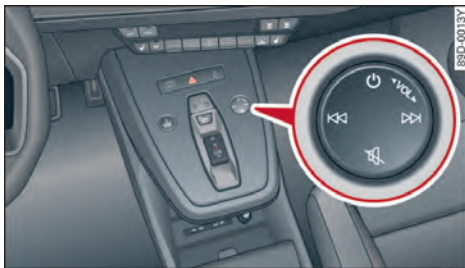

图 22 MMI 操控区
- ▶ 要调高/调低音量时，请在方向盘上按相应的按钮 +/-③或通过手势操控，请在部位③向上/向下滑动，或
- ▶ 要调高/调低音量时，请在 MMI 操作区⇒图 22 顺时针或逆时针滑动手指。